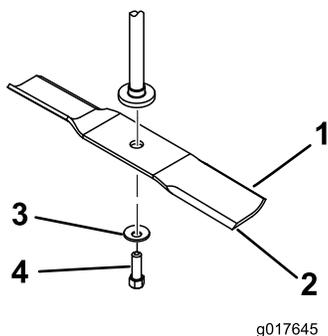

Figure 52
Tenez la lame par son extrémité avec un chiffon ou un gant épais. Enlevez de l'axe, le boulon, la rondelle bombée et la lame (Figure 52).
1. Placez la lame sur l'axe (Figure 52).
2. Montez la rondelle bombée (face concave vers la lame) et le boulon de lame (Figure 52).